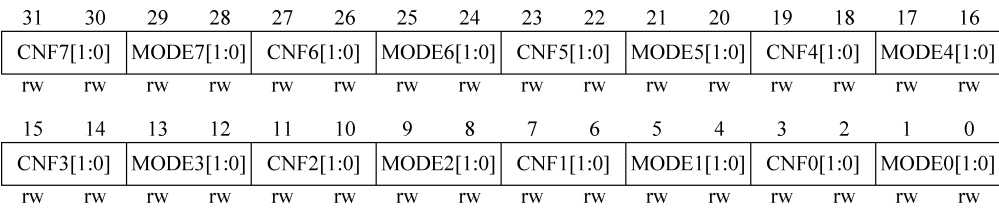

图 3-11 端口配置低寄存器格式
(1) 端口配置低寄存器(GPIOx_CRL) (x= A,B,...,E),如图 3-11 所示。各位对应关系如表 3-3 所示。